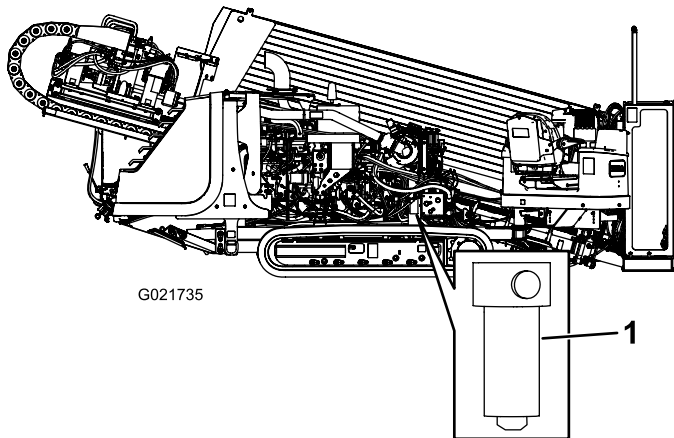

Bild 148
4. Entfernen Sie mit einem Filterschlüssel den Hydraulikdruckfilter (**Bild 148**).